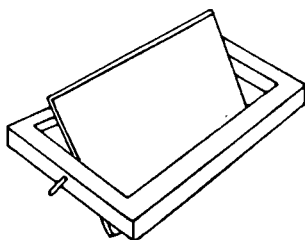

Рис. 49. Поворотная заслонка
*Поворотная заслонка* (рис. 49) служит для той же цели, что и задвижка. Конструктивно она выполняется так же, как и вьюшка, только крышка вращается на поворотной оси с ручкой. Поворотную заслонку иногда называют «бараном». С помощью поворотной заслонки невозможно обеспечить плотное закрытие канала, поэтому ее обычно применяют для переключения с одного дымового канала на другой, например, с летнего — на зимний.